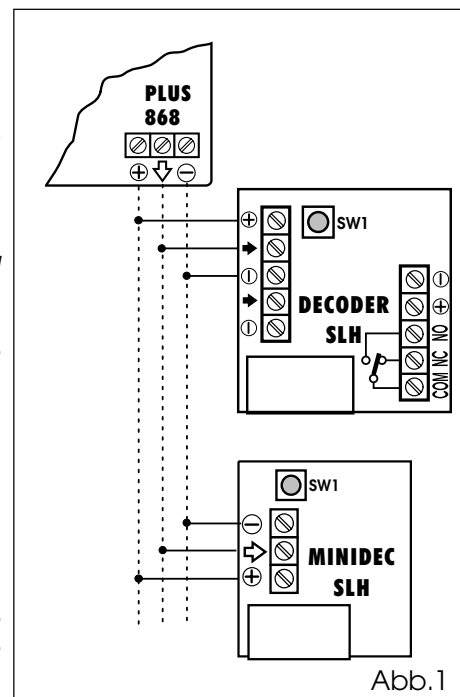

Abb.1
- 1) Nach der Ausführung der Installation und der elektrischen Anschlüsse der einzelnen Bestandteile des Systems 868 SLH (Abb. 1) ist die Stromversorgung der Anlage einzuschalten.